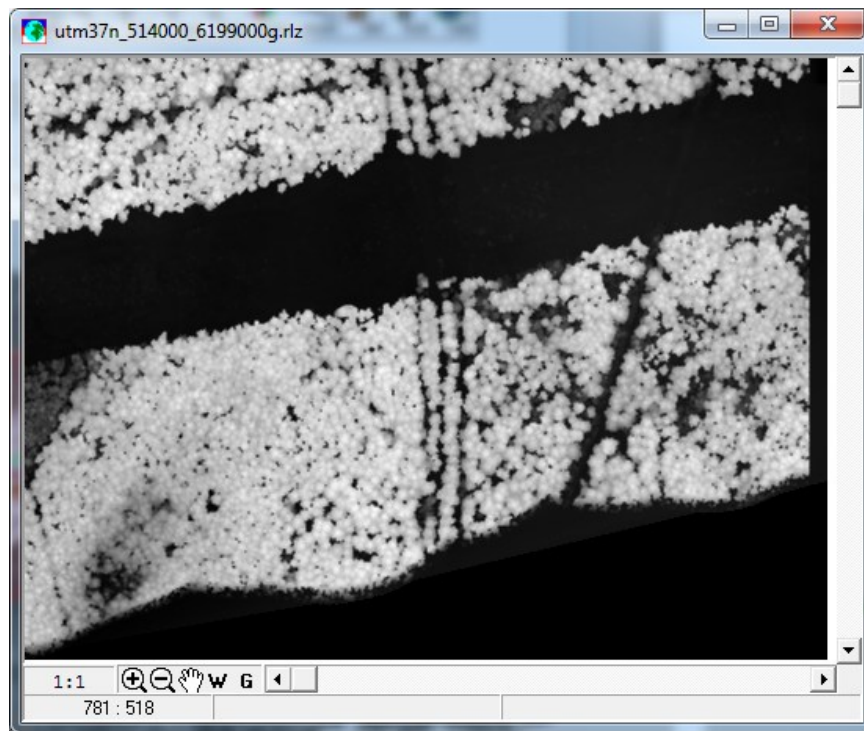

Рис. 41 Растровое изображение матрицы микрорельефа растительности
- Начнется формирование RLZ-файла микрорельефа растительности. По окончании процесса на экран выводится окно с растровым изображением матрицы микрорельефа растительности (Рис. 41):